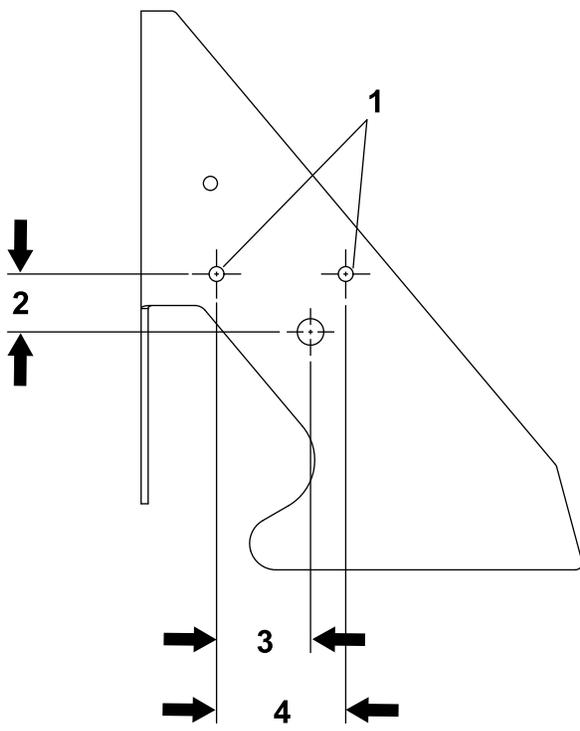
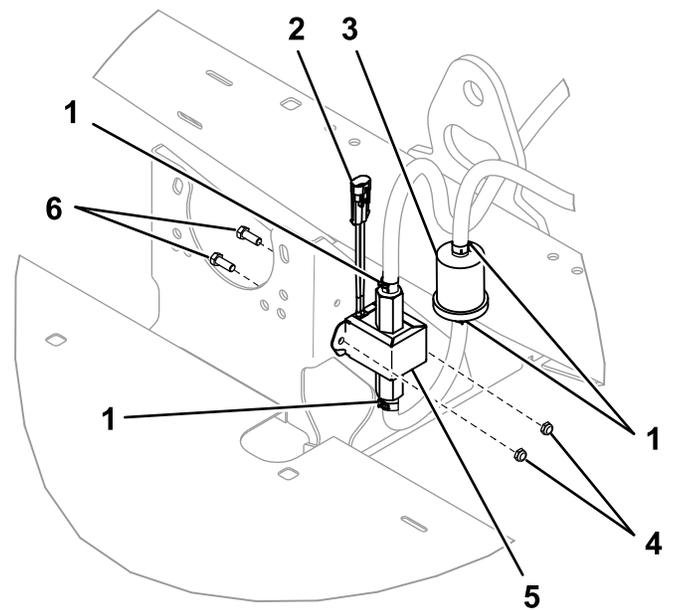

图 11
图 12
在此程序中使用图 1、图 11 和图 12。
5. 在机架的后板上定位、标记并钻 2 个孔 (9/32 英寸)，如图 11 所示。